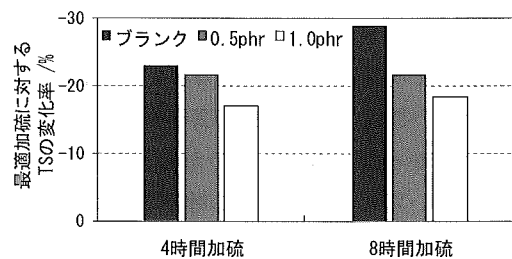
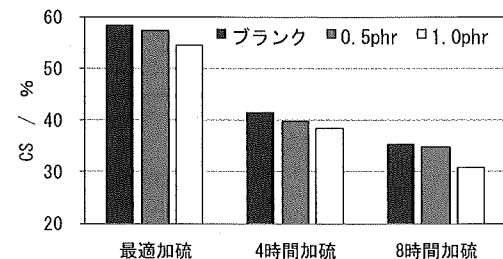

図1 最適加硫に対するTSの変化率
図3 100℃×72時間の圧縮永久ひずみ
表2に引張物性と硬さ、図1、2に最適加硫に対する引張強さ (TS) の変化率と300%伸長時のモジュラス ( $M_{300}$ ) の変化率、図3に圧縮永久ひずみを示す。最適加硫の場合、スコノック7を添加することにより、TSとモジュラスは低下する。スコノック7を添加した加硫ゴムは、ブランクと比較して、加硫時間を長くしてもTSとモジュラスの変化が小さく、長時間加硫でも良好な物性を得ることが認められる。また、図3より、スコノック7を添加することにより圧縮永久ひずみも改善できることが認められる。